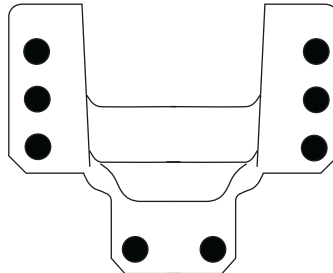

FIGURA 1
- Los puntos negros representan la ubicación de los ocho (8) remaches ciegos (W708777-S900C) en el estribo lateral. (Consulte la Figura 1).